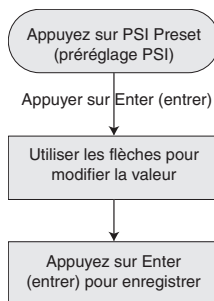

Figure 14 – Modifier le point de réglage du PSI en
2. Par le biais du pré-réglage du PSI (voir la figure 14).